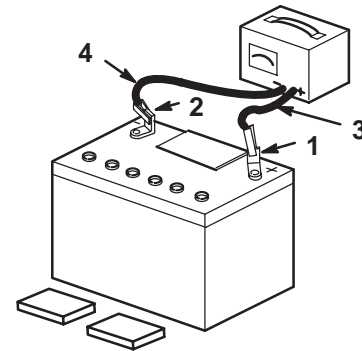

Figure 4
3. Sans remettre les couvercles des éléments, raccordez un chargeur de 3 à 4 A aux bornes de la batterie (Fig. 4). Chargez la batterie au régime de 4 A ou moins durant 4 heures (12 V).
4. Quand la batterie est chargée au maximum, débranchez le chargeur de la prise, puis débranchez les fils du chargeur des bornes négative et positive de la batterie (Fig. 4).